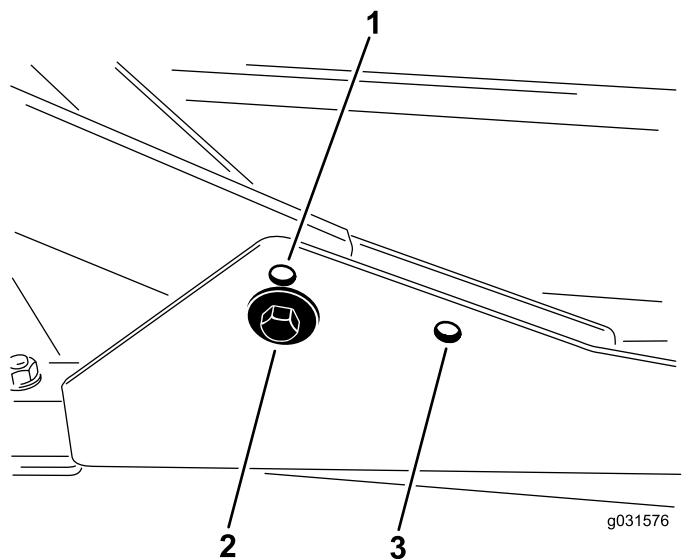

図 17
2. 刈高を 63-100 mm にセットする場合には、前キャリアフレームを上側の穴に取り付けます 図 17。
後カッティングユニットは、刈り高に関係なく後側の取り付け穴を使って取り付けます 図 17。